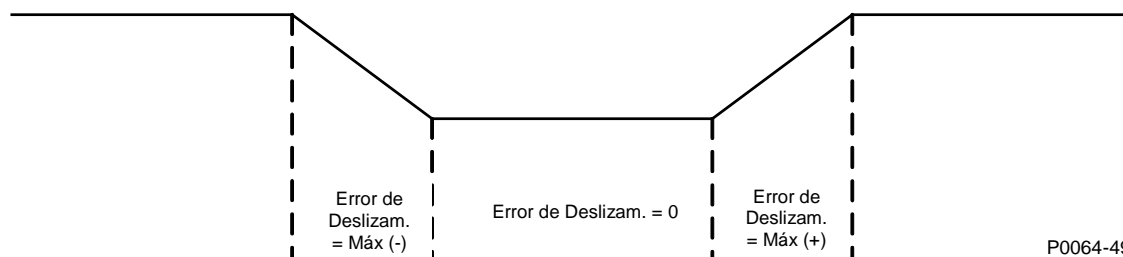

Figura 57. Error de Frecuencia de Deslizamiento
La corrección de frecuencia del generador es definida por la frecuencia de deslizamiento y perfeccionada por el ángulo de cierre del interruptor. La configuración de la frecuencia de deslizamiento establece la desviación máxima permitida de la velocidad del generador (frecuencia) de la frecuencia del bus. Los ajustes del Control del Límite de Deslizamiento Mínimo y del Control del Límite de Deslizamiento Máximo se utilizan para calcular el error de la frecuencia de deslizamiento y proporcionar control continuo de frecuencia de deslizamiento mientras está en sincronización de fase de cierre. Si la magnitud de frecuencia de deslizamiento se encuentra por debajo del Límite de control de deslizamiento mínimo, el error se establece equivalente al Error máximo en la polaridad opuesta. Cuando se encuentra entre los dos límites, el error es cero (0). Cuando esté entre los dos límites, el DECS-250E calcula el error internamente. El error de frecuencia de deslizamiento se muestra en la Figura 57.